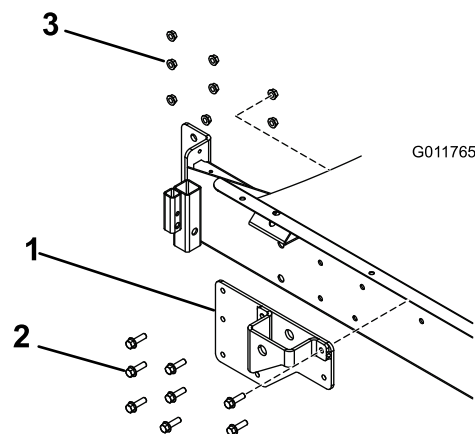

図 3
4. 図 3 に示すように、左右のシリンダ・ブラケットをタンク台に取り付ける。それぞれのブラケットについて、8本のボルト (3/8 x 1-1/4 インチ) とフランジ・ナットを使用する (3/8 インチ)。